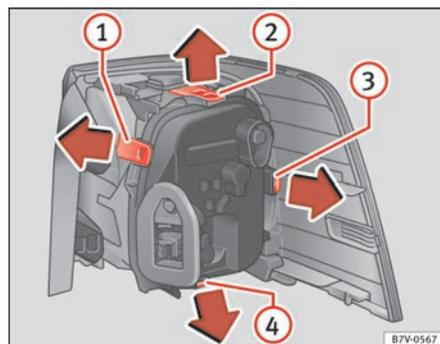

Abb. 222 Rückleuchte in der Karosserie: Lampenhalter ausbauen. ① bis ④: Verriegelungslasche.
9.	Zum Entriegeln des Lampenhalters Verriegelungslaschen ⇒ Seite 382, Abb. 222 ① bis ④ in Pfeilrichtung drücken.